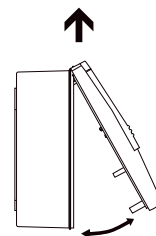

FIG.2
- Abrir el equipo y separar el frontal de la caja (Fig.2)
- Montar el frontal en la caja (Fig. 2).